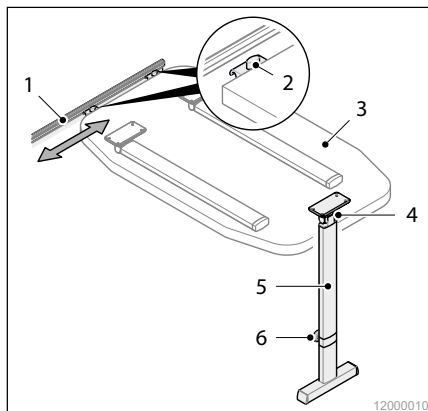

Abb. 10 Tisch einhängen
1. Klappen Sie den T-Standfuß (Abb. 10/5) aus. Ist die Endstellung erreicht, schnappt der T-Standfuß in einem Arretiermechanismus ein.
2. Hängen Sie die Tischplatte (Abb. 10/3) in der gewünschten Position an der Leiste (Abb. 10/1) der Küchenzeile ein.
4. Lösen Sie die Rändelschraube (Abb. 10/6) am T-Standfuß und schieben Sie das T-Stück so weit heraus, bis der Tisch waagrecht steht.
1. Drücken Sie an beiden Einhängewinkeln die Arretierknöpfe (Abb. 10/2) und nehmen Sie den Tisch von der Leiste ab.
2. Drücken Sie am T-Standfuß den Knopf (Abb. 10/4) zum Lösen des Arretiermechanismus und klappen Sie den T-Standfuß ein.
1. Drücken Sie den Knopf (Abb. 10/2) zum Lösen des Arretiermechanismus und heben Sie die Tischplatte (Abb. 10/3) an.
2. Verschieben Sie den Tisch in angehobener Stellung entlang der Führungsschiene (Abb. 10/1) in die gewünschte Position.